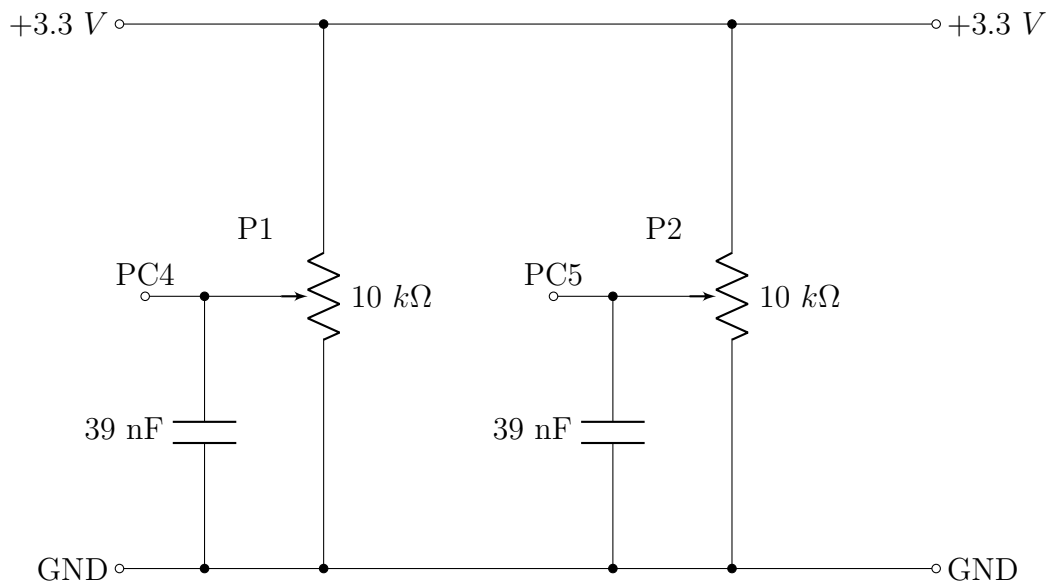

Figura 1: Circuito para medição dos potenciômetros.
- 1.2 Elabore o circuito que está mostrado na Figura 1. Em seguida, utilize o *software* STMStudio para monitorar o comportamento das variáveis de medição *readValue_1* e *readValue_2*. Envie ambas as variáveis para o *VarViewer1* e o configure para mostrar os gráficos em barras. Ajuste a escala do *VarViewer1* de 0 até 4100. A partir da ferramenta de captura do Windows (*Snipping Tool*), mostre dois cenários de medição: (a) potenciômetro P1 em 50% e potenciômetro P2 em 100%, e (b) potenciômetro P1 em 0% e potenciômetro P2 em 50%. Detalhe: recorte somente a janela com os gráficos, incluindo os eixos.
- 2 Utilize o *software* STM32CubeMX para configurar (a) duas entradas de um dos periféricos ADC disponíveis para medições de 10 *bits* por DMA e (b) duas saídas PWM de 10 kHz a partir de um *timer* qualquer. O circuito a ser utilizado para as medições é o mesmo mostrado na Figura 1, porém note que os pinos PC4 e PC5 podem mudar de acordo com a escolha do canal e das entradas. Gere um projeto inicial para ser elaborado no *software* μ Vision 5 e, em seguida: